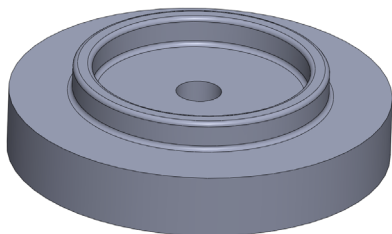

图 5-67 创建孔特征
(5) 单击【确定】按钮，即可创建孔特征，如图 5-67 所示。